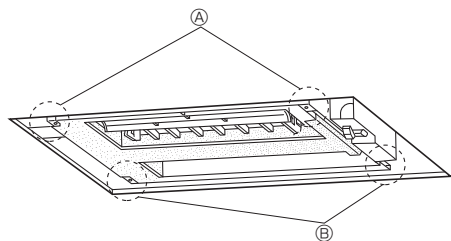

Fig. 5-2
5.2. Verificações antes de colocar no lugar (Fig. 5-2, 3)